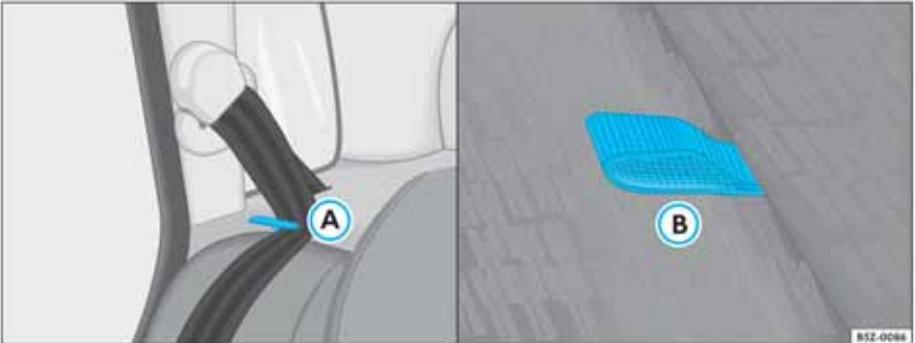

Fig. 103 Posicionador del cinturón para inclinación del asiento/una de las alzas para desbloqueo del respaldo
- Posicione las tiras de los cinturones de seguridad en sus respectivos posicionadores ⇒ fig. 103 (A).
– Hale la alza, localizada entre el asiento y el respaldo trasero, lado izquierdo ⇒ página 111, fig. 103  para destrabar la fijación del respaldo del asiento izquierdo ⇒  y, al mismo tiempo, tire el respaldo sobre el asiento.
– Hale la alza, localizada entre el asiento y el respaldo trasero, lado derecho ⇒ página 111, fig. 103  para destrabar la fijación del respaldo del asiento derecho ⇒  y, al mismo tiempo, hágelo sobre el asiento.